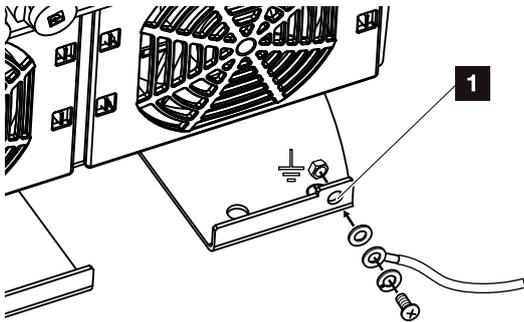

Fig. 25 : Raccordement PE externe propre à chaque pays
- 11. Dans les pays imposant un second raccordement à la terre (PE), raccorder celui-ci à l'endroit indiqué du boîtier (externe). **🔧** Fig. 25, pos. 1